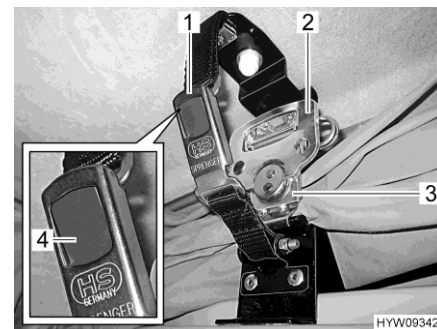

Fig. 81 Bloccaggio (tetto a soffietto)
- Aprire la serratura a scatto (Fig. 81,1) sui due lati. A tale scopo, premere il bottone a pressione grigio (Fig. 81,4).
- Aprire la maniglia (Fig. 81,2) della serratura rapida (Fig. 81,3) e ruotarla per metà giro in senso antiorario. In questo modo il bloccaggio viene sbloccato.